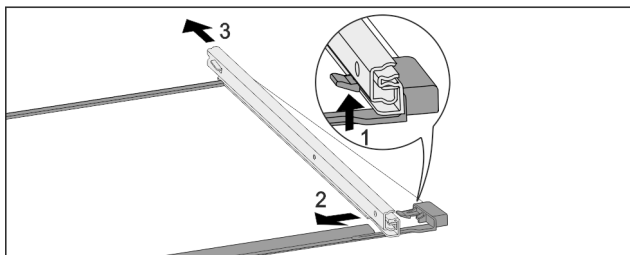

Fig. 71 Glasplade med skinner
- ▶ Tryk den forreste låsekrog op. Fig. 71 (1)
- ▶ Skub udtræksskinnen til siden Fig. 71 (2) og og bagud Fig. 71 (3).